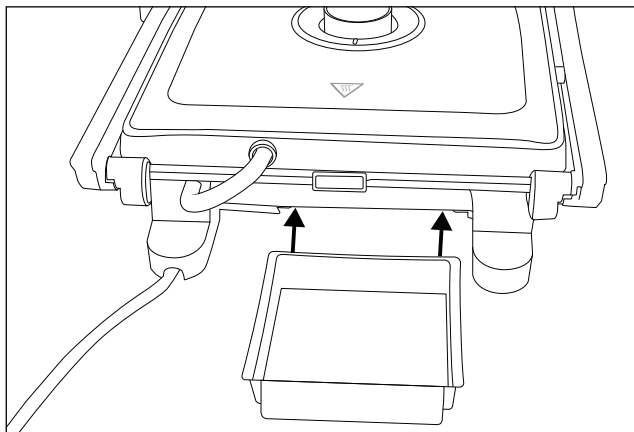

Fig. 1
- ◆ Chiudere la chiusura di sicurezza ❷.
- ◆ Il raschiatore ❸ può essere conservato nel contenitore di raccolta del succo ❹. Quindi inserire il contenitore del succo ❹ nell'apposito supporto sul lato posteriore dell'apparecchio (Fig. 1).